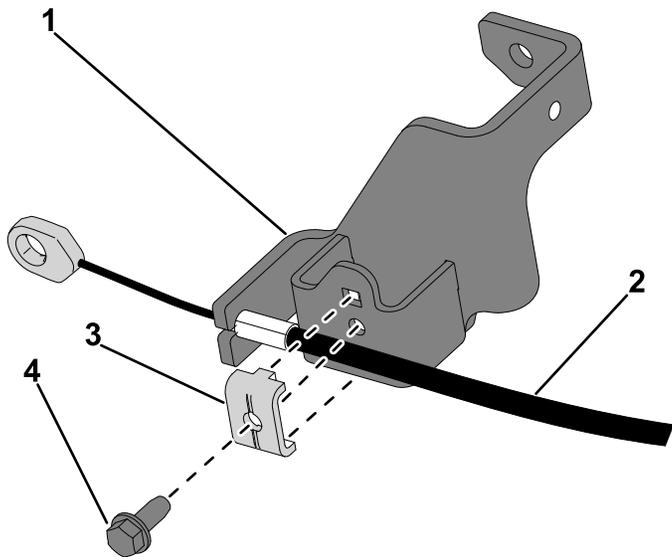

Figura 12
- B. Montate il nuovo serrafilò per cavi alla staffa della trasmissione idrostatica, e fissate il bullone esagonale con testa conica (1/4" x 5/8") (Figura 12).